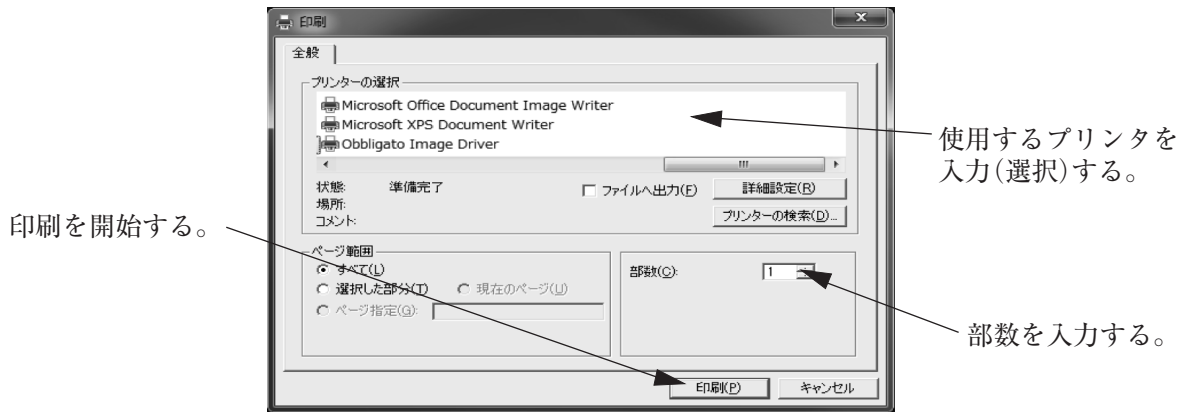

図68
- ① 画面上部メニューの「ファイル(F)」をクリックし、「印刷(P)」を選び、再度クリックします。予め「データベース画面」でデータを確認しておいてください。
- ② 図68のような画面が現れますので、使用プリンタ、部数などを入力し、「OK」ボタンをクリックします。この操作でパラメーター一覧を印刷することができます。